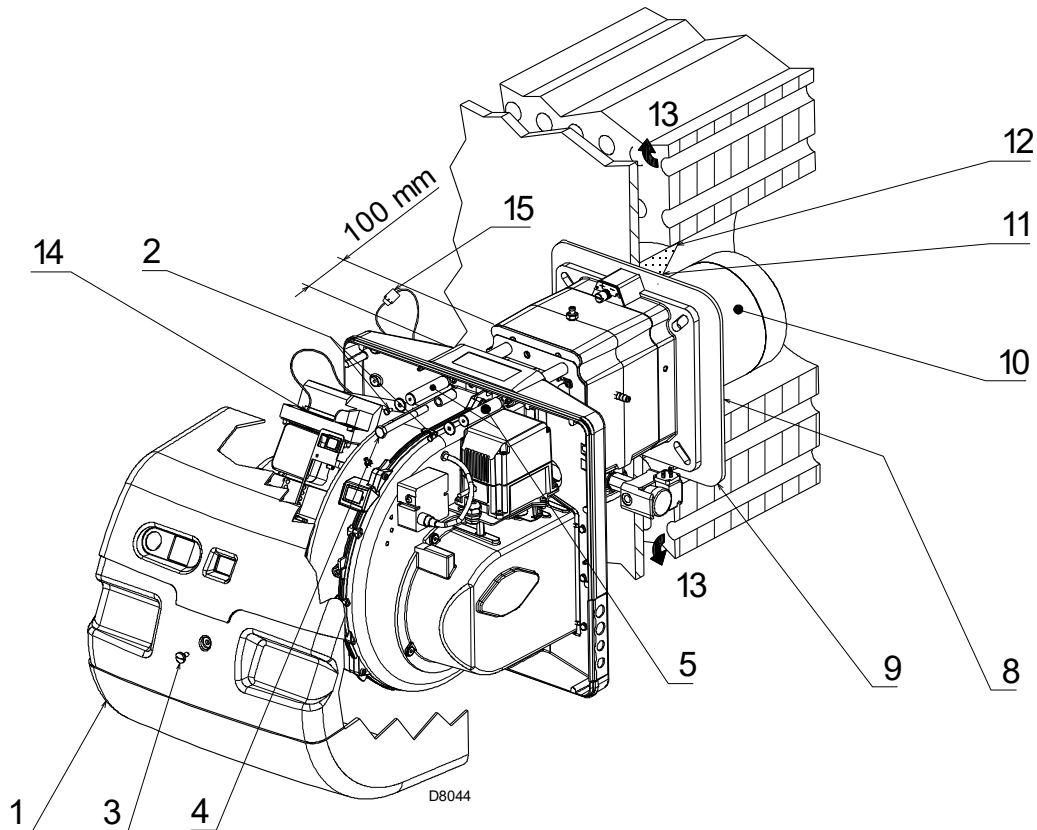
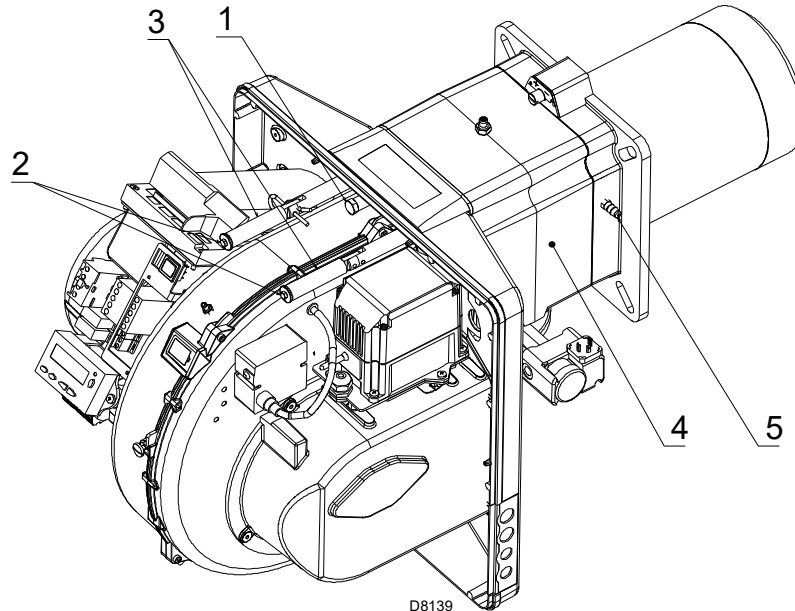

Fig. 17
Fig. 20
Pour les chaudières avec circulation de fumées sur l'avant 13)(Fig. 17), réaliser une protection en matériau réfractaire 11), entre réfractaire chaudière 12) et buse 10).
Séparer ensuite la tête de combustion du reste du brûleur, comme dans la Fig. 17; procéder comme suit:
- remonter le brûleur sur les glissières 3)(Fig. 20) à 100 mm environ du manchon 4) - brûleur dans la position illustrée dans la Fig. 17 à la page 23;
- insérer les câbles de la sonde et de l'électrode, puis faire glisser le brûleur jusqu'au manchon, le brûleur doit rester dans la position illustrée dans la Fig. 20;